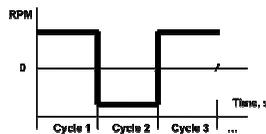

Abb. 4.
**Hinweis:** Das Gerät ist so programmiert, dass es die Rotationsrichtung jedes Mal ändert, wenn ein Bewegungstimer startet; d.h. wenn die orbitale Bewegung auf 30 Sek eingestellt ist, ändert sich alle 30 Sek die Richtung der orbitalen Rotation (Abb. 4).